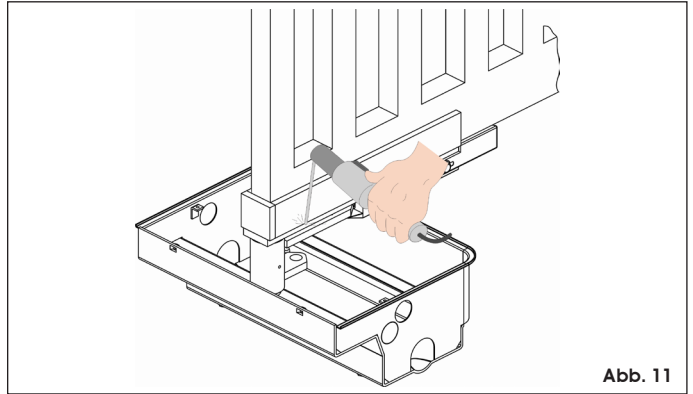

Abb. 11
3. Führungsbügel sachgerecht an Lagerbügel schweißen (Abb. 11).